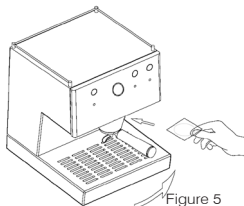

Figure 5
Le blocage doit se faire en douceur (voir figure 5).
2. Mettez en place la pastille dans le porte-filtre et tournez ce dernier délicatement vers la droite jusqu'en butée. Ne forcez pas, le blocage doit se faire en douceur (voir figure 5).